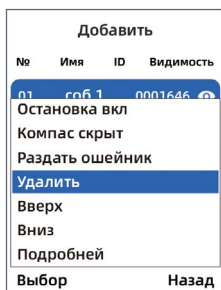

рис. 16
- с помощью кнопок джойстика **▼▲** выберите ошейник, который нужно удалить, после этого нажмите кнопку «Подтверждение» **OK** и в появившемся меню выберите пункт «Удалить», далее нажмите «Подтверждение» **OK** (рис.16).